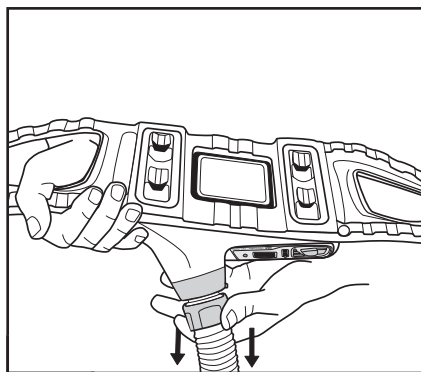

Fig. 11 – Retirer le tuyau de respiration
4. Retrait : Mettre le souffleur à moteur à l'envers de manière que la sortie soit face vers le bas (Fig. 11) afin de minimiser les risques de contamination de la sortie.